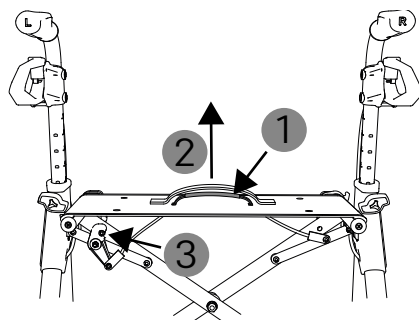

Abb. 8
1. Stellen Sie sich zwischen die Schiebegriffe und greifen Sie unter das graue Zugband (1, Abb. 8) zum Lösen der Faltrarretierung. Das Zugband ist das Untere, das flach an der Sitzfläche liegt.
2. Ziehen Sie das Zugband mit der Sitzfläche nach oben (2, Abb. 8).
3. Dadurch löst sich die Faltrarretierung (3, Abb. 8) und der Rollator lässt sich zusammen falten.